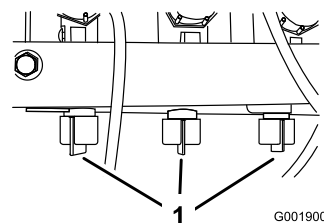

図 29
12. OFF にしたブームのバルブの下についているバイパス・バルブ（図 29）を使って、上記手順9で設定した水圧と同じ水圧に調整する。